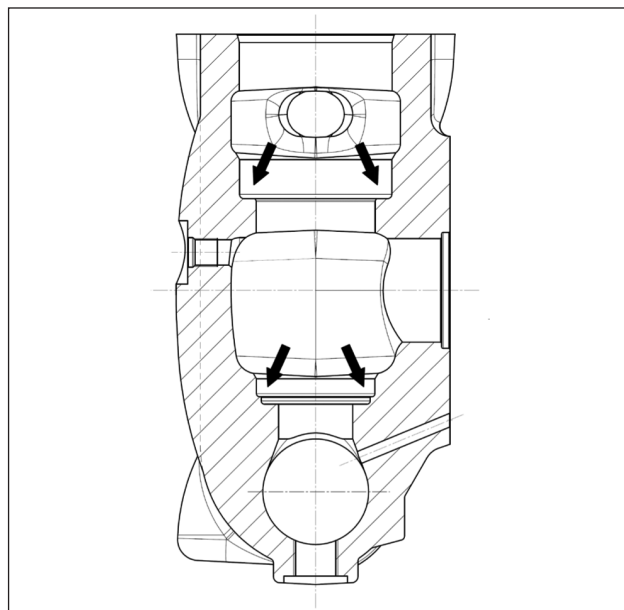

Abb. 115
Vor dem Wiedereinbau der Ventilgruppen reinigen und trocknen Sie gründlich ihre Sitze im Kopf, siehe Pfeile (Pos. ①, Abb. 115).